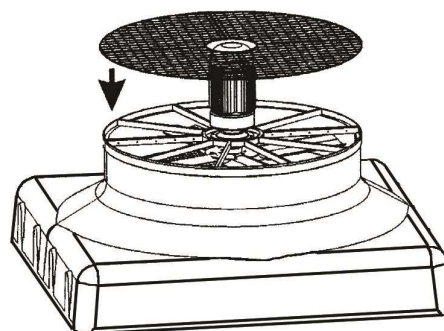

Fig. 14
a) Check that the grating to protect the fan is assembled, otherwise assemble (Fig 14).
a) Vérifier si la grille de protection du ventilateur est montée, dans le cas contraire, la monter (fig. 14).
a) Comprobar si se encuentra montada la rejilla de protección del ventilador, en caso de no ser así, montarla (fig. 14).